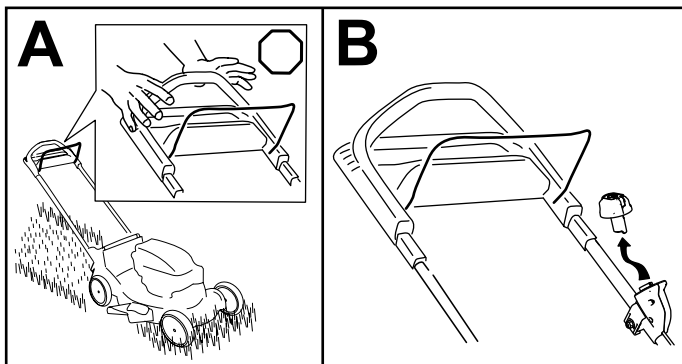

Figure 17
1. Relâchez la barre de commande de la lame (A de la Figure 17).
2. Retirez le bouton de démarrage électrique du démarreur électrique (B de la Figure 17).